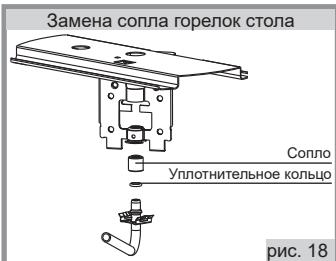

рис. 18
## 21.1. Проведение замены сопла при ремонте, а также при переводе на другой тип газа (рис.18)
5. Снять установленные сопла, для этого отверткой необходимо отсоединить металлическую защелку от отбортовки гнезда держателей сопла и вывести газоподводящую трубку вместе с соплом из гнезда, затем снять сопло с трубы газа (рис.18). Резиновые уплотнительные кольца рекомендуется оставить на трубках.